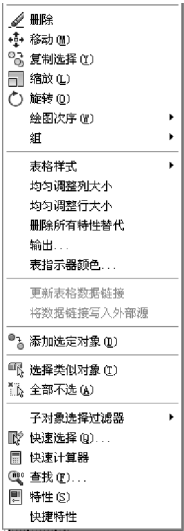

图 9-48 选中整个表格时的快捷菜单
2) 利用快捷菜单修改表格。当选中整个表格时右击，弹出的快捷菜单如图 9-48 所示，从中可以选择对表格进行剪切、复制、删除、移动、缩放和旋转等简单操作，还可以均匀调整表格的行、列大小，删除所有特性替代。